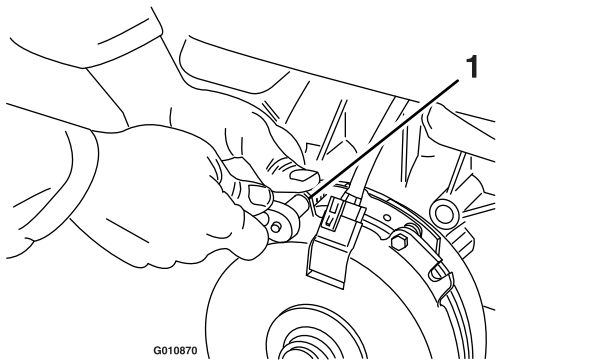

Figure 77
- A. Desserrez les boulons de fixation du frein d'un demi à un tour complet, comme montré à la Figure 77.